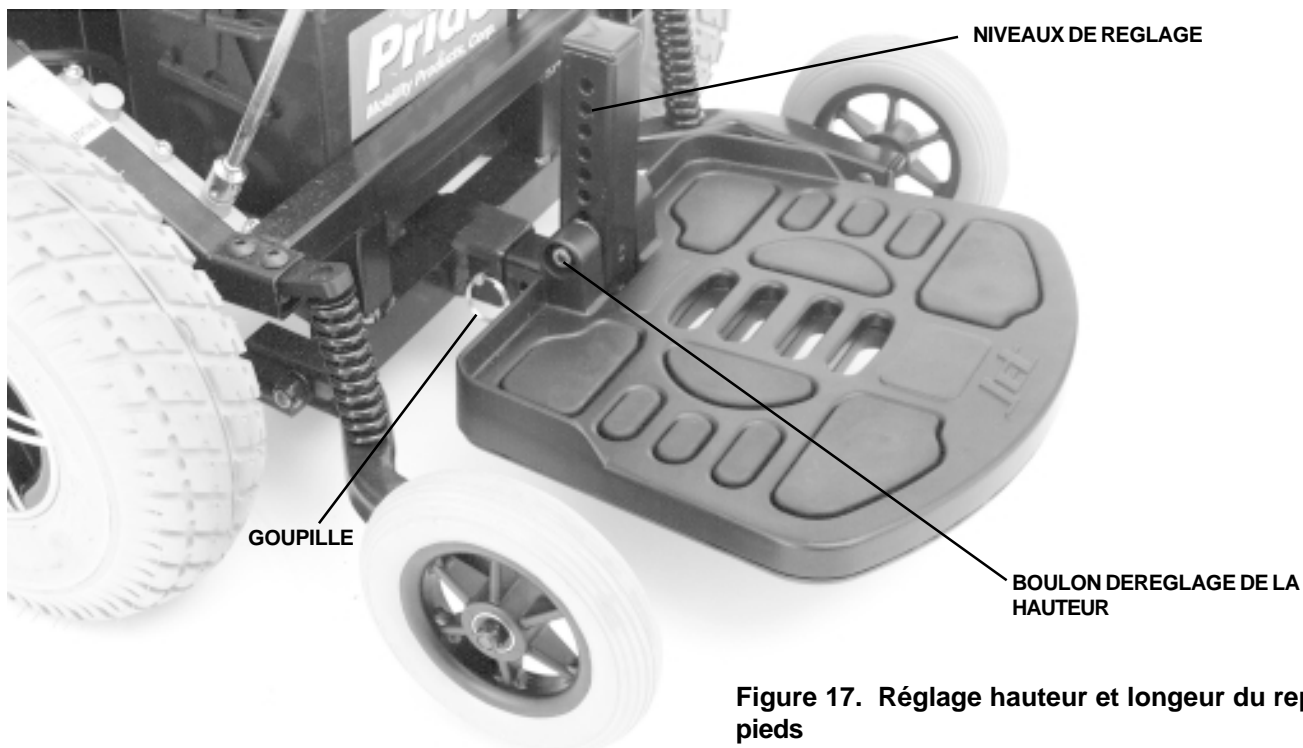

Figure 17. Réglage hauteur et longueur du repose-pieds
Le repose-pieds présente six niveaux de réglages différents. Voir la figure 17.
2. Soulevez ou abaissez le repose-pieds à la hauteur désirée. Voir la figure 17.
Le Jet 3 utilise une goupille pour fixer le repose-pieds à la base motorisée. Voir la figure 17.